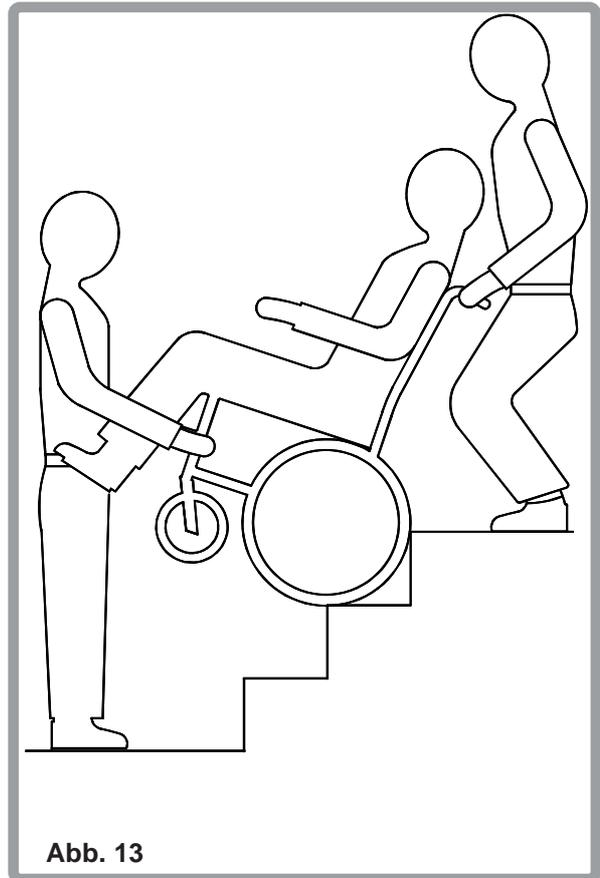

Abb. 13
1. Tragen Sie den Rollstuhl mit dem Fahrer vorwärts die Treppe hinunter (Abb. 13).